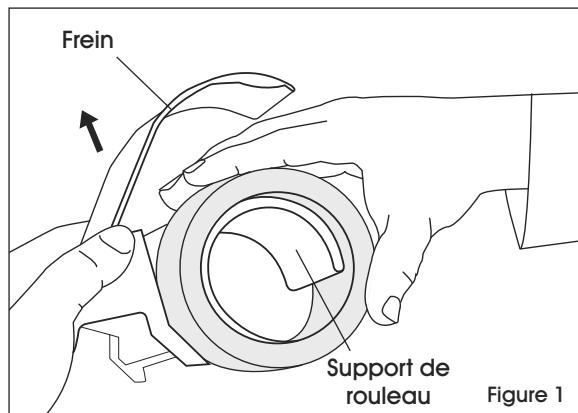

Figure 1
1. Lift up on brake. Push tape roll, sticky side down, over edge of dispenser's tape roll grip. Press down until locked in. (See Figure 1)
1. Soulevez le frein. Placez le rouleau de ruban adhésif, côté collant vers le bas, sur le support de rouleau du dévidoir. Appuyez jusqu'à ce que le rouleau soit fixé. (Voir Figure 1)